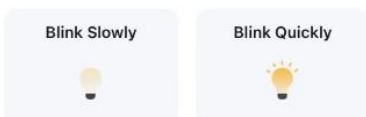

Fig. 5
- 2) Premere "Confirm the indicator is blinking" (Fig. 4). Apparirà un messaggio con la richiesta di selezionare lo stato dell'indicatore Wi-Fi (Fig. 5). Premere "Blink Quickly".
- 2) Premere "Confirm the indicator is blinking" (Fig. 4). Apparirà un messaggio con la richiesta di selezionare lo stato dell'indicatore Wi-Fi (Fig. 5). Premere "Blink Slowly".